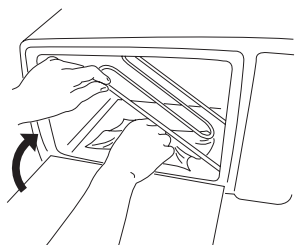

fig. 10
Voor een makkelijkere reiniging van de interne onderkant van de oven, laat u het onderste verwarmingsselement (L) zakken door het naar boven en naar de rechterwand van de oven te trekken (zie fig. 10).